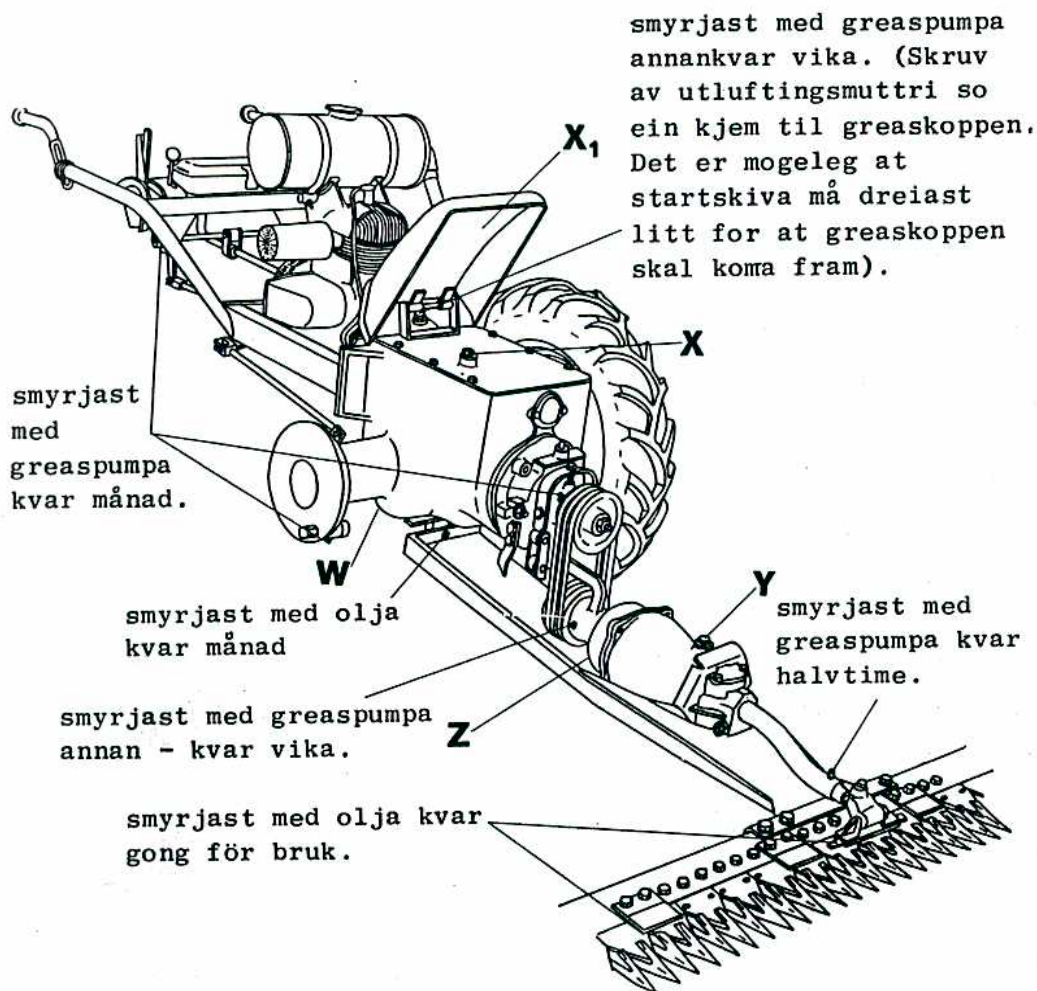

Fig. 13
E. Smyrjeplan ved stadig bruk (Fig.13)